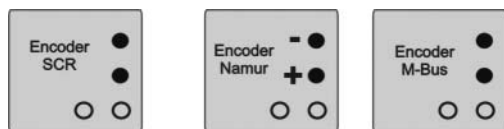

Figura 9: Etiqueta adhesiva Encoder
- Utilice para la conexión sólo cable blindado (DIN EN 60079-14) y preste atención a la correcta asignación de las clavijas (ver etiqueta adhesiva junto a la tapa de la caja de bornes), figura 9.